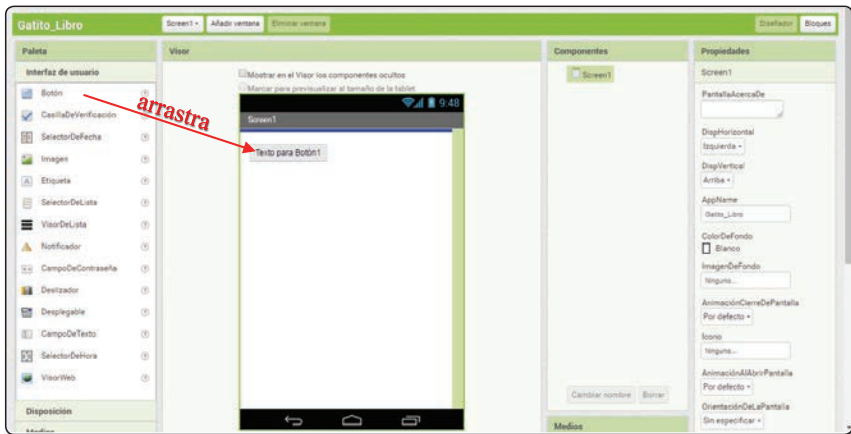

Figura 3.1-12. Proceso de añadir un botón a la aplicación
- Primero debes añadir un botón arrastrándolo desde el menú *Interfaz de usuario* de la *Paleta* al menú *visor* como mostramos en la Figura 3.1-12: